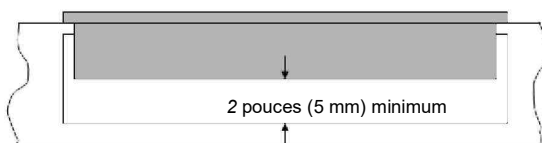

Fig. 3
- Laisser un espace minimal de 2 po entre la plaque métallique de la plaque de cuisson et toute surface combustible située en dessous, c.-à-d. le bord supérieur d'un tiroir installé en dessous du dessus de la plaque de cuisson (voir fig. 3). L'absence de dégagement et de ventilation appropriés peut entraîner un risque d'incendie.